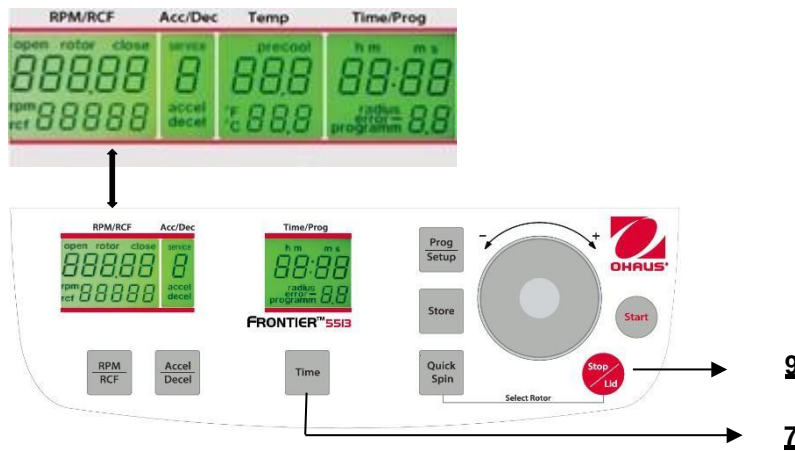

Figura. 28
Cuando la centrífuga está apagada, presione al mismo tiempo los botones **"Time"**(7) y **" Stop/Lid "** (9) y encienda el interruptor principal de la centrífuga. Ahora suelte ambos botones y como resultado se ejecuta una prueba de pantalla durante aproximadamente 5 segundos. Todos los indicadores aparecerán al mismo tiempo (vea la Figura 28).